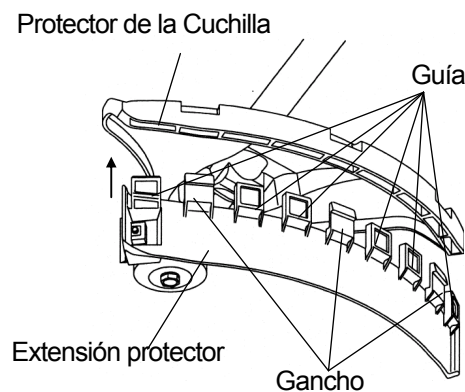
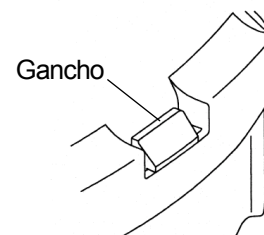

Fig. 4
Fig.5
3. Coloque la guía del protector en los agujeros como se muestra en la Fig.4. Asegurándose que las ganchos Fig.5 entran en la posición correcta.